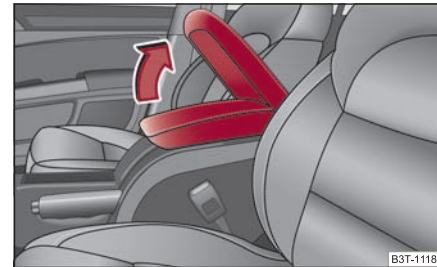

Abb. 115 Armlehne: Ablagefach
- Öffnen Sie den Deckel der Armlehne in Pfeilrichtung ⇒ **Abb. 115**.